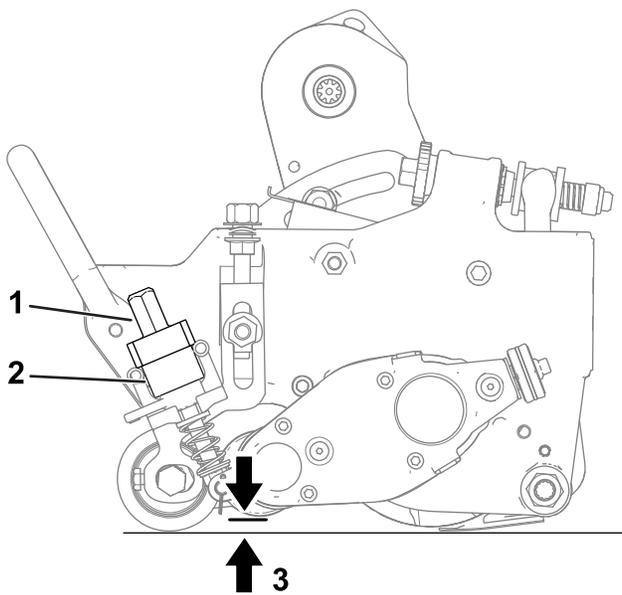

Figura 19
- A. Assicuratevi che le leve di sollevamento rapido (Figura 19) siano in posizione OPERATIVA (ovvero, maniglia rivolta verso la parte anteriore dell'apparato di taglio).
- B. All'estremità del cilindro grooming, misurate la distanza dalla punta inferiore della lama grooming alla superficie operativa (Figura 19). Girate la manopola del regolatore dell'altezza (Figura 19) per sollevare o abbassare la punta della lama grooming all'altezza desiderata.